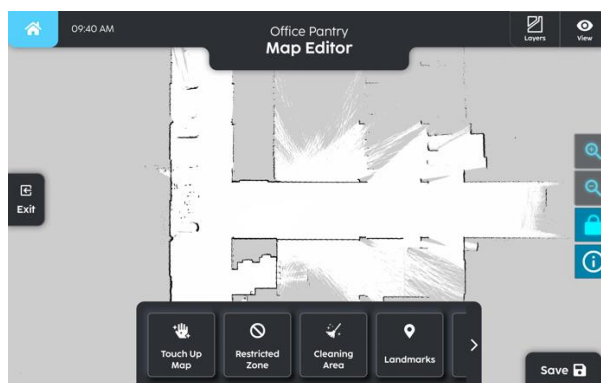

Fig.9
1. Déterminez la « CLEANING ZONE (ZONE À NETTOYER) » sur la page « EDIT MAP (MODIFICATION DES CARTES) » (Fig 9).